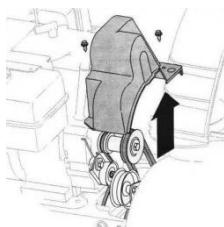

Fig. 10
Îndepărtați capacul curelei din partea din față a motorului înălțând cele două șuruburi. Vezi Fig. 10
- Îndepărtați capacul curelei din partea din față a motorului deșurubând cele două șuruburi de fixare. Vedi Fig. 10.